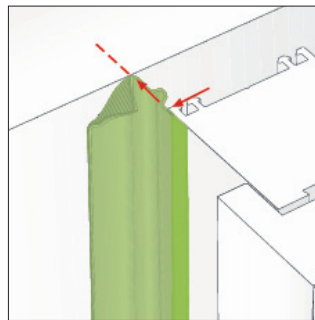

Bild 1: Folie auf die Ansichtsseite des Blendrahmens kleben
- Ankleben an der Ansichtsseite des Blendrahmens (Bild 1).